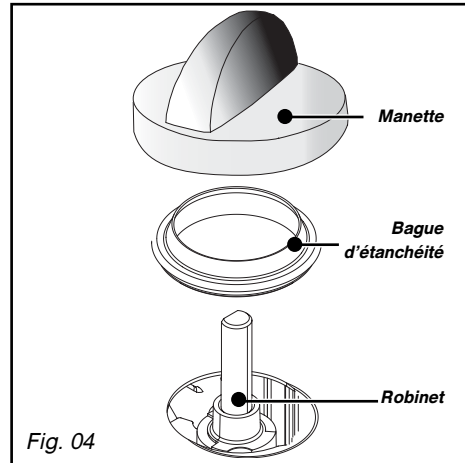

Fig. 04
- **Réglez les ralentis des robinets** : ceux-ci sont situés sous les manettes (Fig. 04).